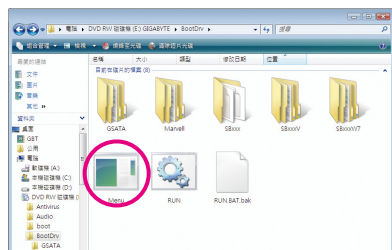
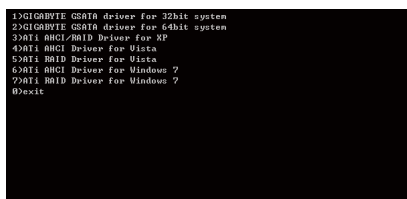

图2
图3
- 2：进入光盘中「BootDrv」文件夹，双击「Menu.exe」文件(图2)后会出现「命令提示字符」画面，内含如图3的控制器选单。
- 3：放入空白软盘。按下SATA控制器驱动程序代码后再按<Enter>键。以图3的选单为例，若要安装Windows XP操作系统到AHCI或RAID SATA硬盘，请选择「3) ATi AHCI/RAID Driver for XP」。